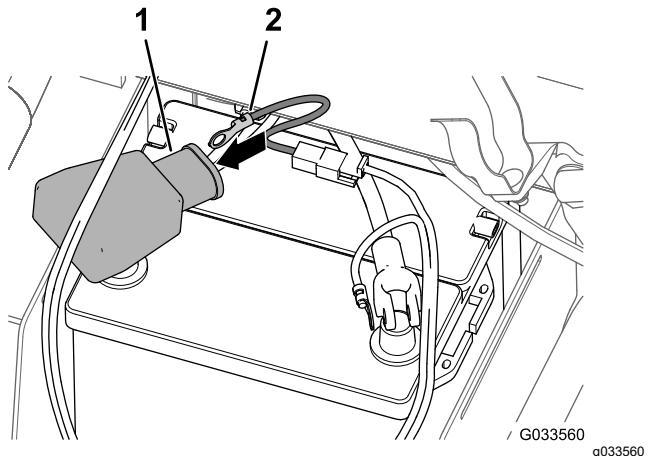

Bild 27
5. Fluchten Sie den Kabelschuh des durch die Schmelzsicherung geschützten Verbindungsteils (Kabelbaum des Sprühfahrzeugs) durch die breite Batterieabdeckung aus, wie in Bild 27 abgebildet.